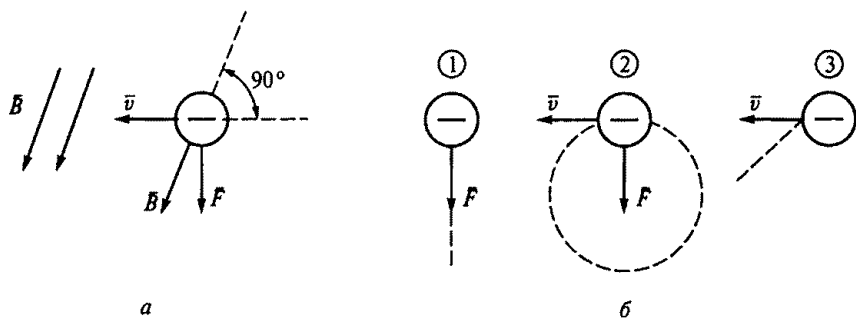

Рис. 44
2.9. Электрон влетает в однородное магнитное поле с индукцией B со скоростью \bar{v} (рис. 44, а). По какой из трех траекторий, показанных на рис. 44, б, будет двигаться электрон под действием возникшей силы Лоренца F ?